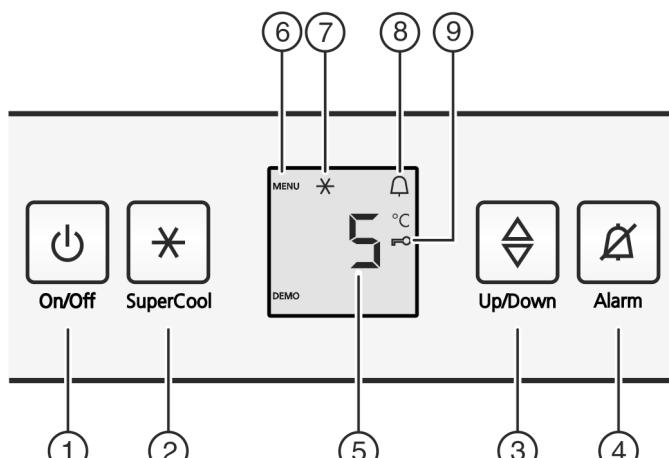

Fig. 2
- Нажать кнопку On/Off Fig. 2 (1).
- Нажмите кнопку «SuperCool» Fig. 2 (2) и удерживайте ее прим. 5 секунд.
► На индикаторе будет отображаться символ «Меню» Fig. 2 (6).
- Для подтверждения нажать и отпустить кнопку «SuperCool» Fig. 2 (2).
► На индикаторе горит символ «Защита от детей» Fig. 2 (9).
- Нажать и отпустить кнопку «On/Off» Fig. 2 (1).
- Нажмите кнопку Alarm Fig. 2 (4).
▶ Активация модуля регулировки температуры: нажмите кнопку настройки Fig. 2 (3).
▶ Температуру меняйте ступенями по 1 °C: нажмайтe кнопку настройки Fig. 2 (3) до тех пор, пока на индикаторе температуры не будет высвеченa требуемая температура.